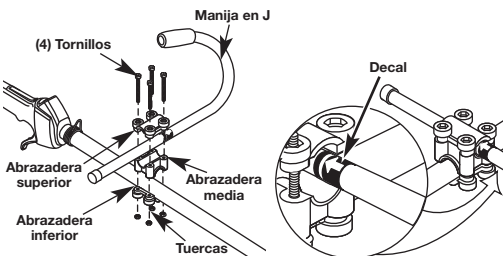

Fig. 1
1. Coloque la manija en J entre la abrazadera superior y la abrazadera media (Fig. 1).
2. Mientras sostiene las tres piezas juntas, instale los cuatro (4) tornillos a través de la abrazadera superior en la abrazadera media.